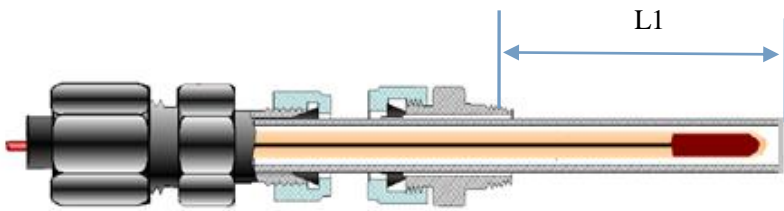

图 2
2、确定电极的插入深度 L_1 ，即电极顶端距离 NPT 螺纹第 4 个牙的距离，如图 2 所示；电极顶端距离高压釜底部 5mm 以上，并保证顶端浸入液面以下 30mm